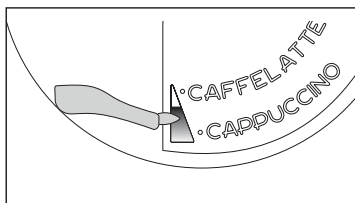

Fig. 41
- ▶ Posizionare il cursore montalatte (C1) tra le scritte CAPPUCCINO e CAFFELATTE stampigliate sul coperchio del contenitore latte. È possibile regolare la qualità della schiuma: spostando leggermente il regolatore verso la scritta CAFFELATTE si ottiene una schiuma più compatta. Spostando invece verso la scritta CAPPUCCINO si ottiene una schiuma meno densa (Fig. 41).